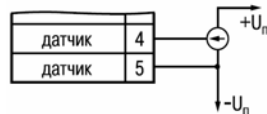

Рисунок 5.11
**Примечание** – ТРМ210 может использоваться также как вольтметр с диапазоном от 0 до 1 В или милливольтметр от минус 50 до 50 мВ (рисунок 5.11).